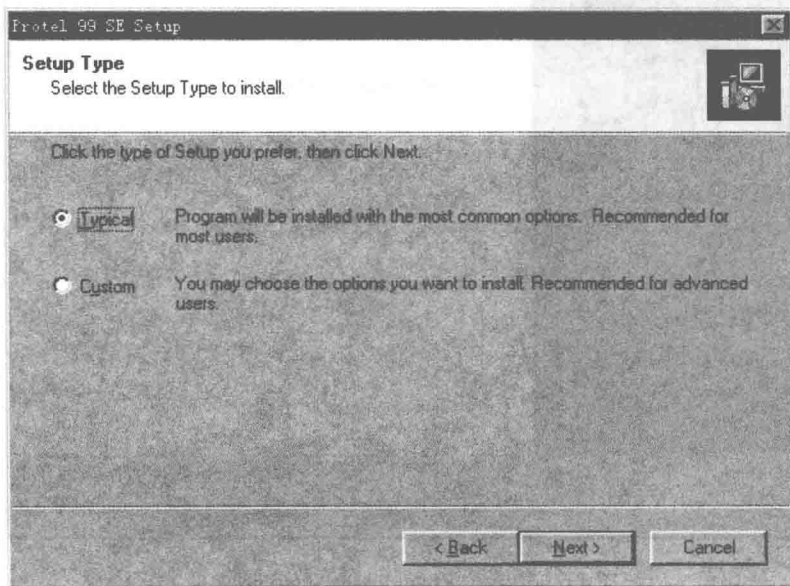

图 1.4 第四个 Protel 99 SE Setup 对话框
(4) 单击“Next”按钮，将显示第四个 Protel 99 SE Setup 对话框，如图 1.4 所示。其中，“Typical”单选按钮为典型安装；“Custom”单选按钮为定制安装。